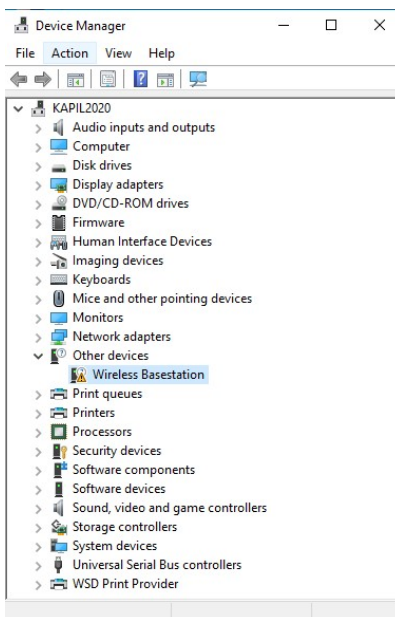

Figure 3.3 – Pilote USB manquant pour la station de base sans fil dans le Gestionnaire de périphériques.
3. Vérifiez si la *Station de base sans fil* apparaît sous l'onglet *Autres périphériques* avec un point d'exclamation. (Figure 3.3).